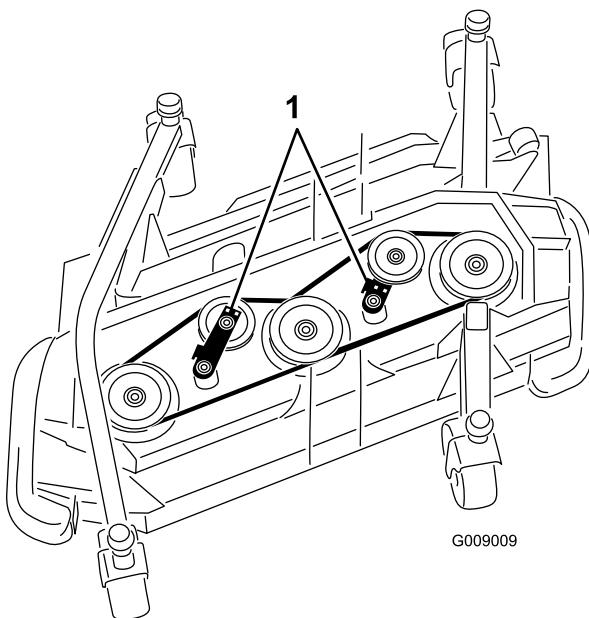

Figure 117
- À l'aide d'une clé à cliquet ou d'un outil similaire, éloignez les poulies de tension de la courroie d' entraînement pour détendre cette dernière et pouvoir la déchausser des poulies (Figure 117).